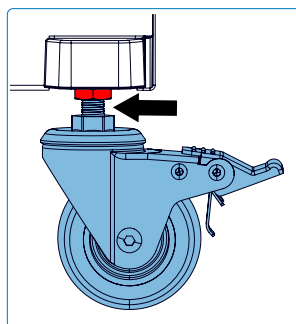
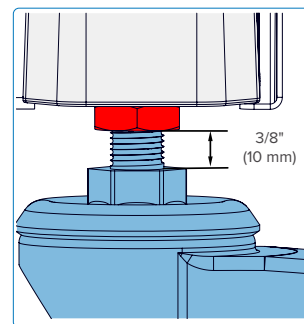

Fig. 19
Fig. 20
5. Una volta raggiunta l'altezza desiderata, stringere il dado di bloccaggio contro la base dell'apparecchio per fissare la ruota nella nuova posizione. Non superare 3/8" (10 mm) durante la regolazione (**Fig.19 & Fig.20**). Ripetere questa procedura sulle restanti ruote fino a quando la griglia non è livellata e completamente supportata su ogni angolo.